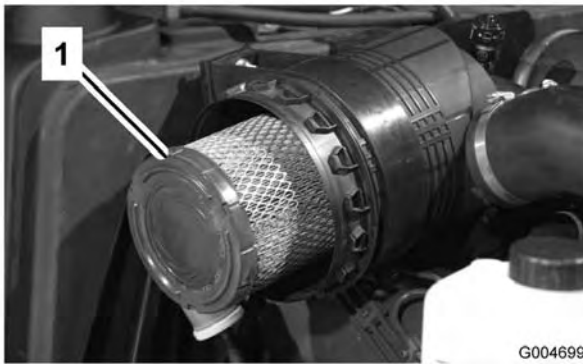

Bild 46
2. Vor dem Entfernen des Filters (Bild 46) sollten Sie schwache Druckluft (276 kPa (40 psi), sauber und trocken) verwenden, um große Schmutzablagerungen zwischen der Außenseite des Hauptfilters und dem Kanister zu entfernen. Verwenden Sie keine starke Druckluft, da Schmutz durch den Filter in den Einlass gedrückt werden könnte. Diese Reinigung verhindert, dass Rückstände in den Einlass gelangen, wenn Sie den Hauptfilter entfernen.